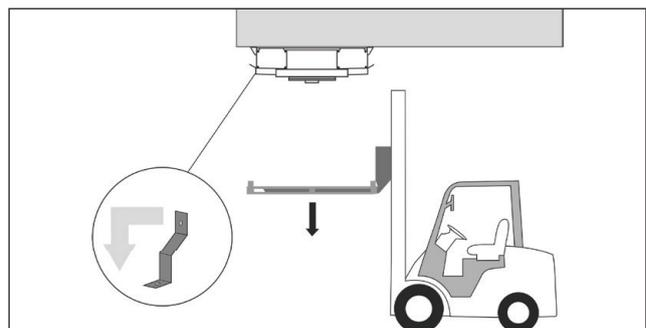

Abb. 9.4
4. Entfernen Sie die Transportpalette und die Transportstützen vom Luftkühler (Abb. 9.4).